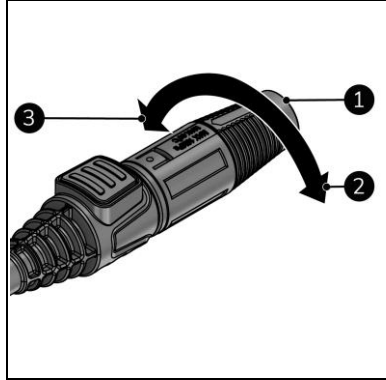

Abbildung 14
3. Drehen Sie den Düsenkopf (Abbildung 14, Pos. 1), um den Strahlwinkel zu verändern:
- für einen kleineren (stärkeren Strahl) im Uhrzeigersinn drehen (Abbildung 14, Pos. 2).
- für einen größeren (schwächeren Strahl) gegen den Uhrzeigersinn drehen (Abbildung 14, Pos. 1).